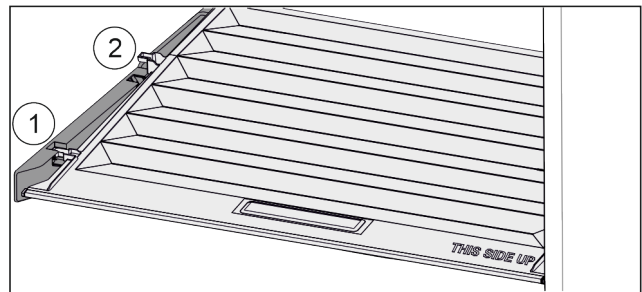

Fig. 85
- ▶ Deckel bis zur Öffnung in den Halteteilen nach vorne ziehen Fig. 85 (1).
- ▶ Hinten von unten anheben und nach oben wegnehmen Fig. 85 (2).